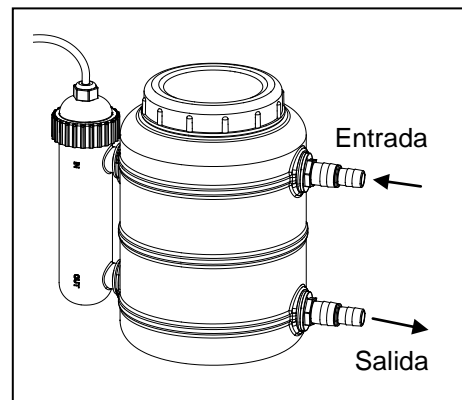

Fig. 12
12. Conecte el largo del tubo de la salida de una bomba hasta la entrada del filtro (agujero superior). Conecte el largo del tubo de la salida del filtro (agujero inferior) a otro dispositivo de caída de agua. Fig. 12